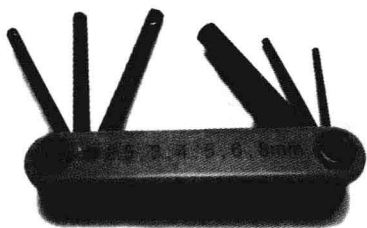

图 1-2 组合内六角扳手
(1) 内六角扳手,有制成7字形杆状的,整体外形为六角体,也有多种规格组合在一起,做成组合形式的,如图1-2所示。每种规格只适合装拆一种规格的内六角螺钉。